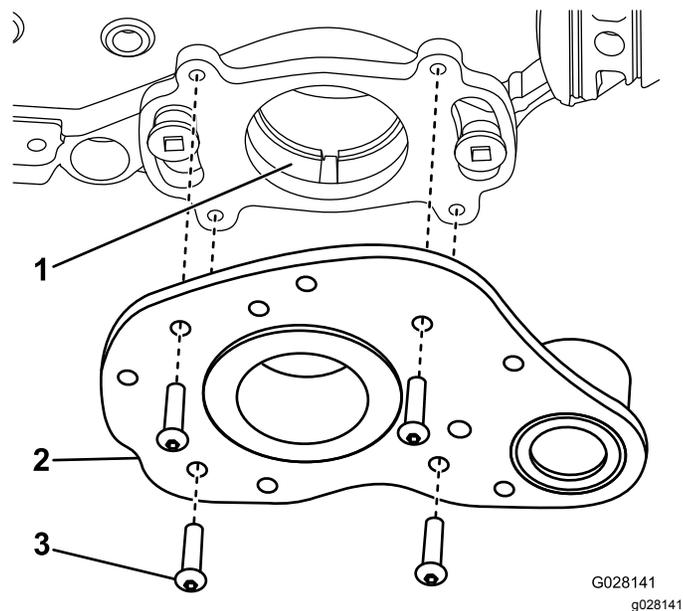

Figura 9
2. Aplique uma leve camada de lubrificante no anel de retenção e furo piloto (Figura 9).
3. Prenda o conjunto da transmissão na placa de montagem traseira com quatro parafusos (Figura 9).